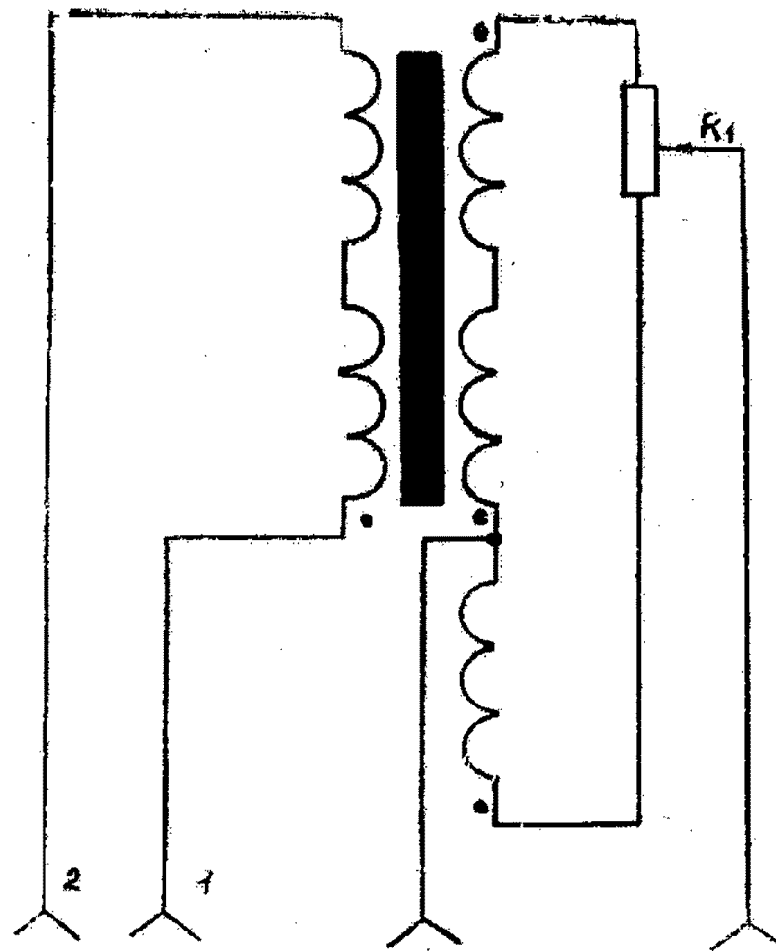

Рис. 2
3.3.6. При подключении преобразователя ко вторичному прибору руководствоваться схемой рис. 2.